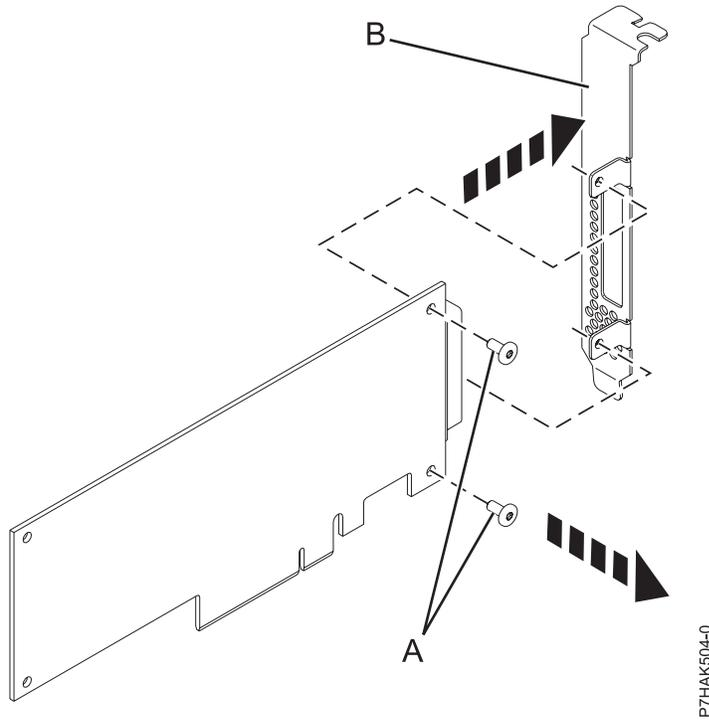

Figura 12. Extracción de la contrapunta de perfil alto de un adaptador PCI nuevo
7. Mediante un destornillador Phillips, desenrosque los dos tornillos (A) que sujetan la contrapunta (B) al nuevo adaptador PCI, como se muestra en la Figura 12 en la página 25.